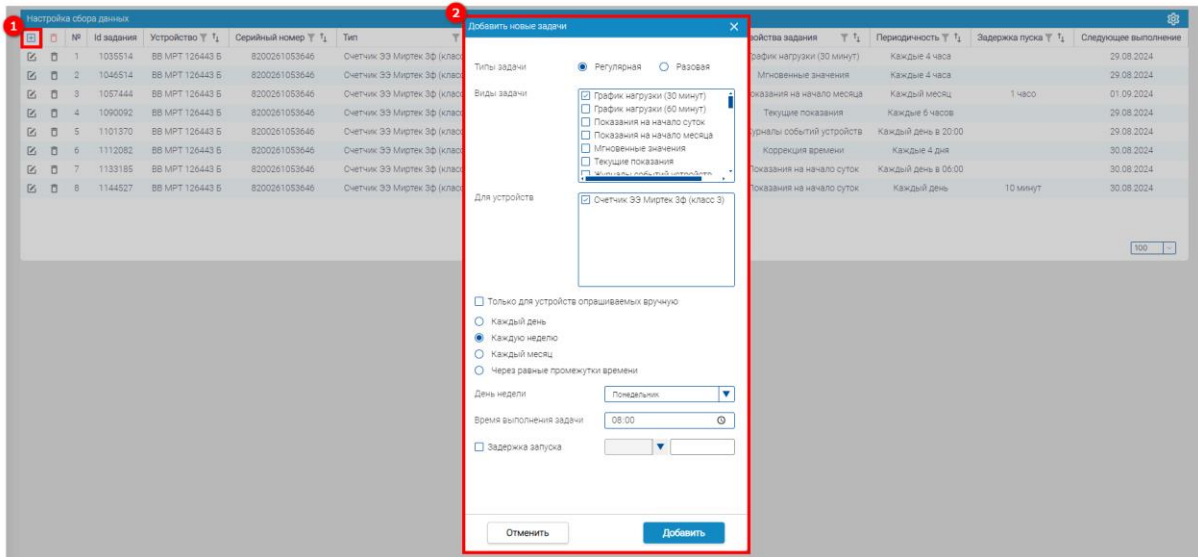

Рисунок 107 – Настройки сбора данных – Новая задача для устройств
Для добавления задачи необходимо нажать кнопку  (1) (см. рисунок 107) и в открывшемся окне (2) настроить выполнение задач (задачи) по сбору данных, а именно отметкой выбрать периодичность выполнения задач (задачи) – разовое или регулярное (при выборе последней указать периодичность ее выполнения). Далее отметками выбрать задачу (задачи) из списка, выбрать тип устройств, для которых будет поставлена выбранная задача, указать время выполнения задачи, а также при необходимости установить задержку запуска сбора данных путем установки отметки и указания времени задержки в соответствующих полях (см. рисунок 107).
Далее нажать на кнопку **Создать** (см. рисунок 107).